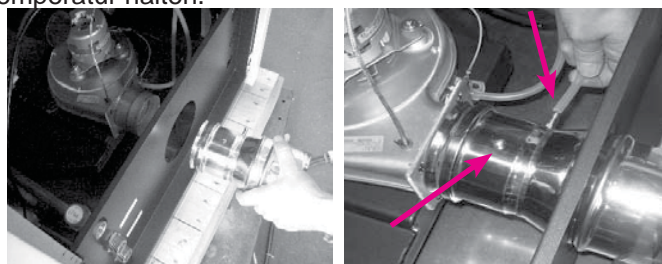

fig. 6.3
- die hintere Verkleidung abmontiert werden, indem die sechs Schrauben gelöst werden, mit denen sie am Kessel befestigt ist, und der mitgelieferte Abgasstutzen in die Öffnung des Abgasventilators eingesetzt und mit der dafür vorgesehenen Schraube befestigt werden (Abb. 6.3).